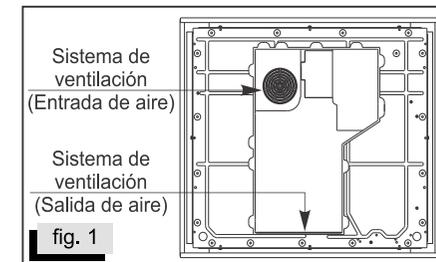

fig. 1
- El artefacto posee un sistema de refrigeración en su interior, el cual está compuesto por un ventilador, encargado de aspirar aire del exterior y circularlo por el interior del sistema electrónico. Es por esto que **NUNCA** debe ser instalado de forma que se obstruyan las aberturas de dicho sistema de ventilación (fig. 1).